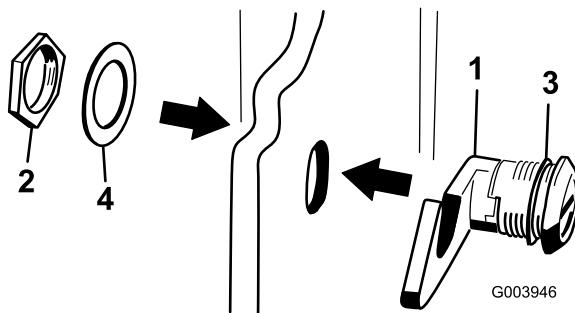

Figura 6
3. Togliete il dado dal gruppo del fermo del cofano (Figura 6).
4. Dall'esterno del cofano, inserite il lato gancio del fermo attraverso il foro presente nel cofano e assicuratevi che la rondella di tenuta in gomma rimanga sul lato esterno del cofano (Figura 6).